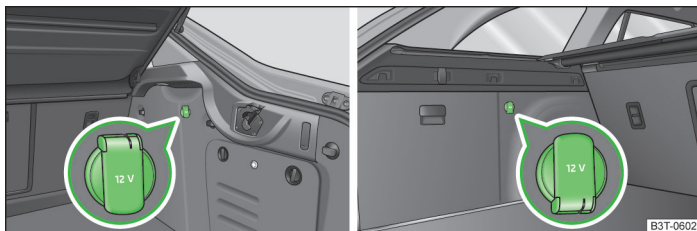

Fig. 69 Maletero: caja de enchufe Superb / Superb Combi
En el maletero » fig. 69.
- Retirar la cubierta de la caja de enchufe o el encendedor » fig. 67 de la página 84 o abrir la cubierta de la caja de enchufe » fig. 69.